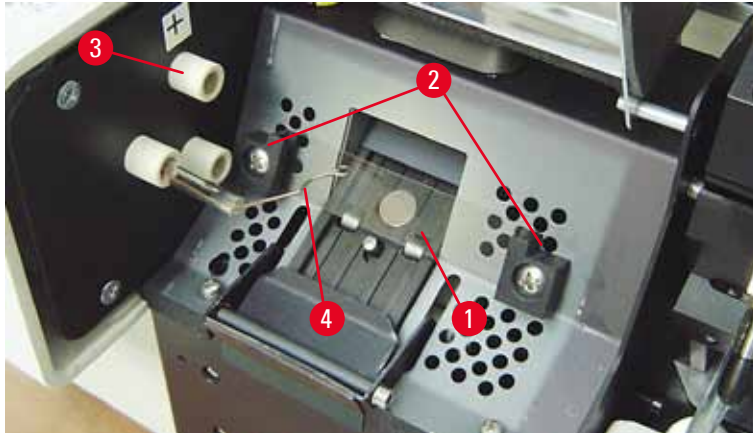

Abb. 17
5. Darauf achten, dass sich die Kontaktfeder (→ "Abb. 16-2") vom Zünddraht (→ "Abb. 17-4") der Lampe löst (siehe auch (→ "Abb. 17") und (→ "Abb. 18-1")).